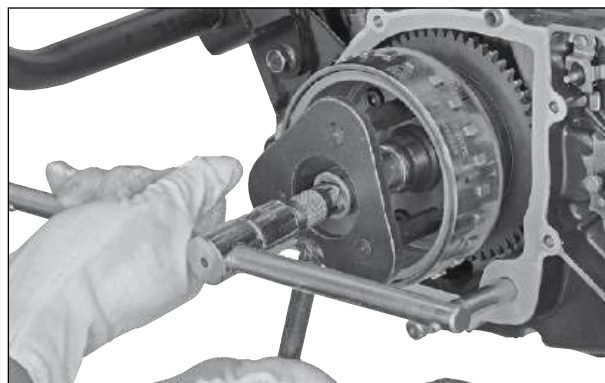

Fig. 3.112
- Utilizando a ferramenta especial, trave o conjunto do rotor e remova a porca de fixação do rotor M12x1,25. (Fig. 3.112)